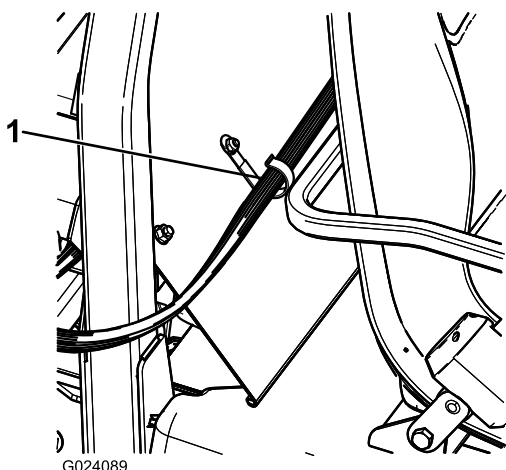

**Figura 20**
1. Monte os 2 grampos em forma de J na consola central nos pontos indicados em Figura 19 ou Figura 20 utilizando os parafusos existentes.